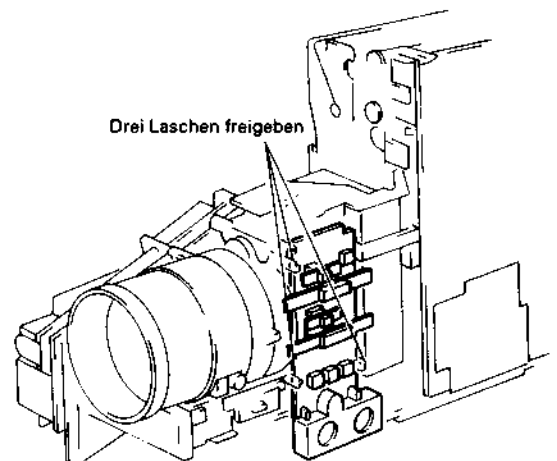

Abb. 2.30 Ausbau der Steuerkreis-Leiterplatte
3. Die drei (3) Laschen freigeben und die Steuerkreis-Leiterplatte entfernen (siehe Abb. 2.30).